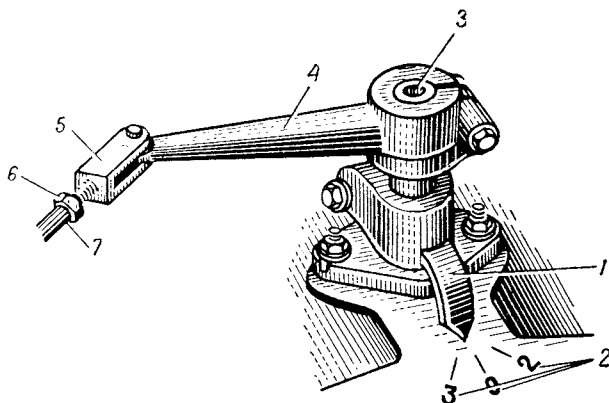

Рис. 154. Проверка регулировки привода управления коробкой передач:
- отъединить поперечную тягу 7 (рис. 154) от рычага 4 валика вилки переключения;